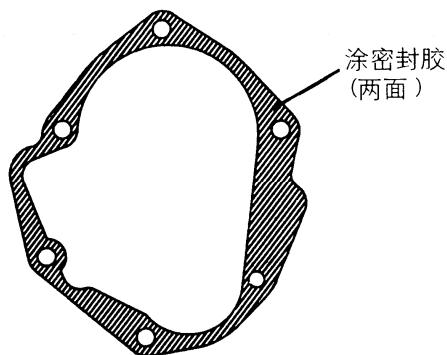

图 3-59 在前轴承护圈垫片的两面上涂密封胶
(6) 安装前轴承护圈垫片时, 如图 3-59 所示, 对前轴承护圈垫片的两面涂敷所规定的密封胶。所规定的密封胶为三菱纯牌密封胶产品号 MD997740 或相当的品种。